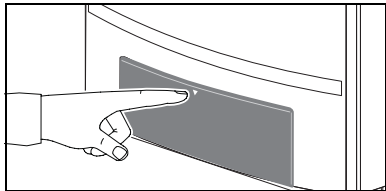

Fig. 3 Bedieningspaneel openen
Het cv-toestel is voorzien van een bedieningspaneel, de BC10 (fig. 3). Met behulp van de BC10 kunt u het cv-toestel bedienen.
- Open de klep van het bedieningspaneel door deze kort in te drukken (fig. 3).